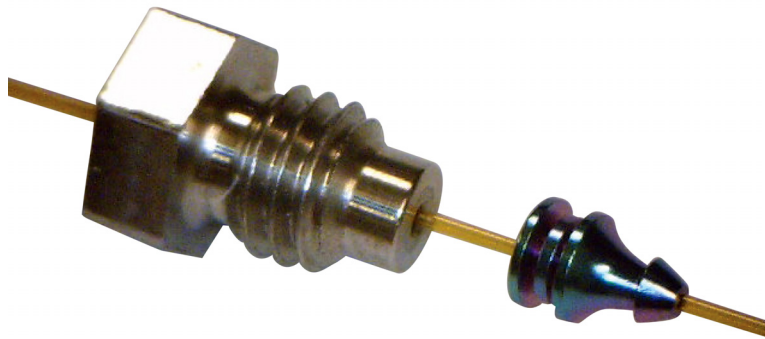

Figure 17. ferrule fixée sur la colonne et l'écrou de la colonne
- 7 À l'aide d'une clé à fourche de 1/4 de pouce, tournez l'écrou de la colonne de 15 à 20 degrés supplémentaires dans le sens horaire pour vous assurer que la ferrule est correctement fixée sur la colonne. Voir la section **Figure 17**.